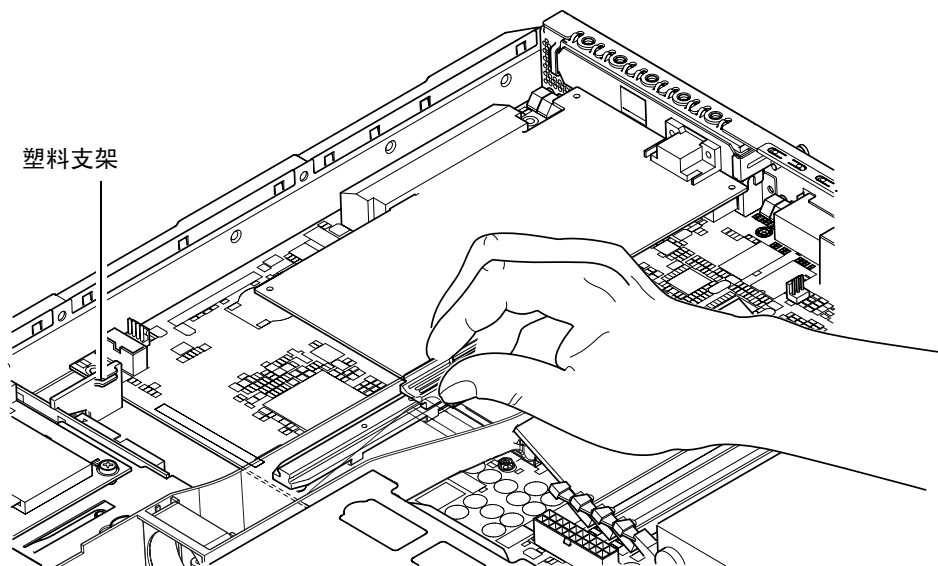

图 4-8 使用 PCI 卡固定器、滑动支持轨和塑料支架
6. 将 PCI 卡固定器滑入 PCI 卡背部的一个位置上，以避免过分弯曲主板（请参见图 4-8）。
如果您正在安装全长 PCI 卡，请将卡定位在图 4-8 中所示的塑料支架的凹槽中；这样可为全长卡提供附加的支持力。
3. 沿 PCI 滑动支持轨滑动 PCI 卡固定器，直到其不再接触 PCI 卡为止（请参见图 4-8）。